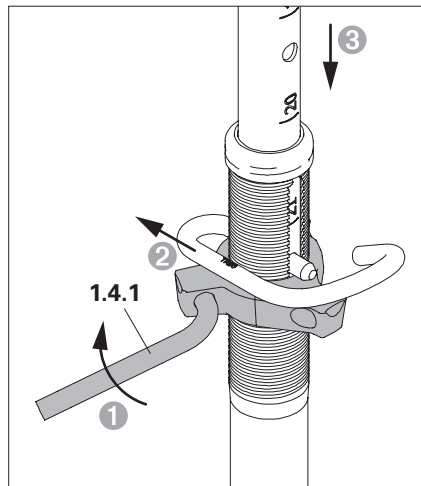

Fig. A2.01a
- Handle (1.4.1) (Fig. A2.01a)